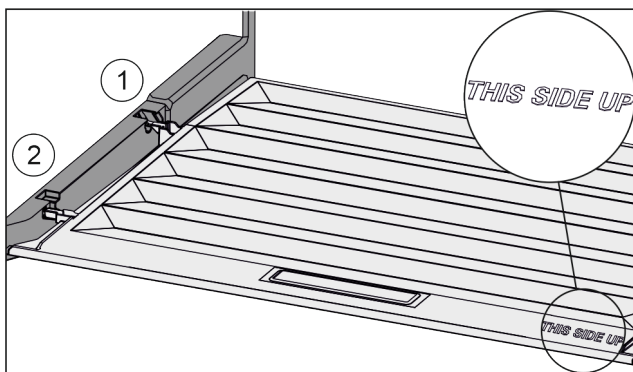

Fig. 35
- ▶ Пъхнете шийките на капака през отвора в задния държач Fig. 35 (1) и фиксирайте отпред в държача Fig. 35 (2).